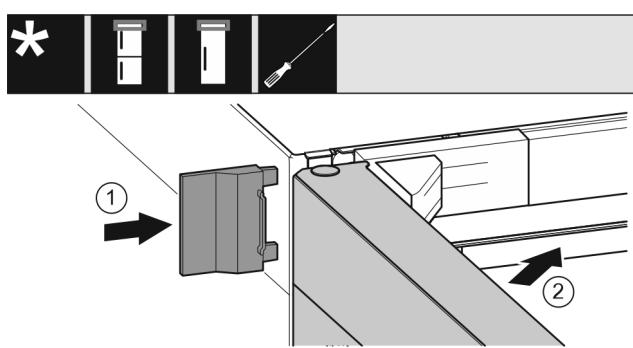

Fig. 25
- Navlecite zunanjji pokrov Fig. 25 (1).
- Zaprite zgornja vrata Fig. 25 (2).